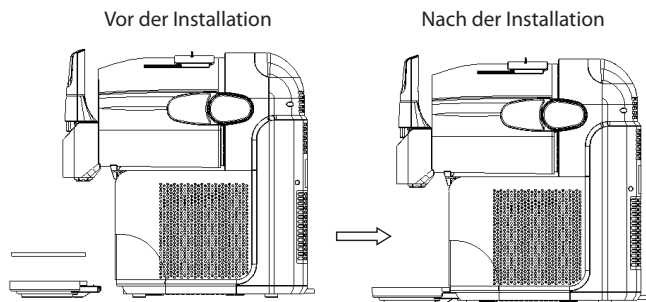

Abbildung 3-1
- a. Bei der ersten Inbetriebnahme des Gerätes muss die Abtropfschale installiert werden, siehe die Abbildung 3-1: